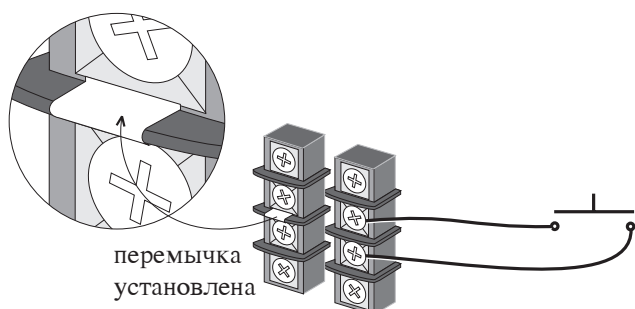

Рис. 4-9 Выключатель с сухим контактом
2. Смотри рис. 4-9 и 4-10. Выберите конфигурацию, соответствующую подлежащему установке выключателю дистанционного аварийного отключения питания.
Присоедините проводную разводку замыкающего контактора выключателя дистанционного аварийного отключения питания к клеммной колодке согласно приведенного ниже рис. 4-9.